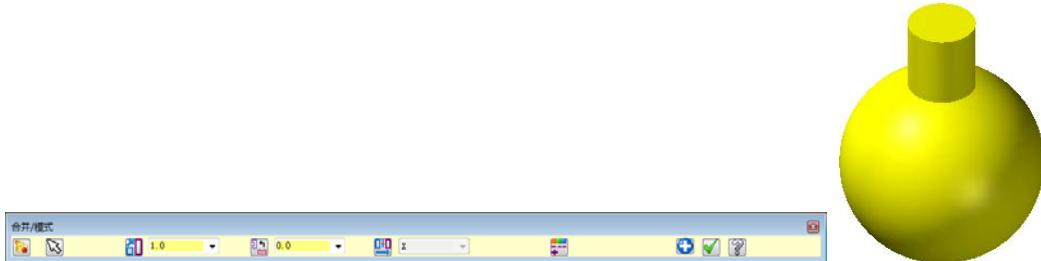

图 2-9 合并文件结果
- ③ 系统弹出“合并/模型”工具栏，设置好“插入点位置”“缩放比例”“旋转角度”等参数，单击工具栏中的“确定”按钮，圆柱体即合并至当前图形中，结果如图 2-9 所示。